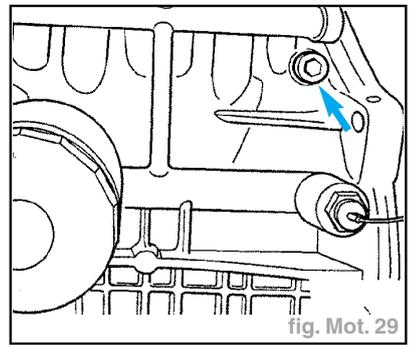

fig. Mot. 29
- Si le véhicule en est équipé, dévisser la vis de vidange du bloc-cylindres (flèche) au-dessus du contacteur de pression d'huile (fig. Mot. 29).